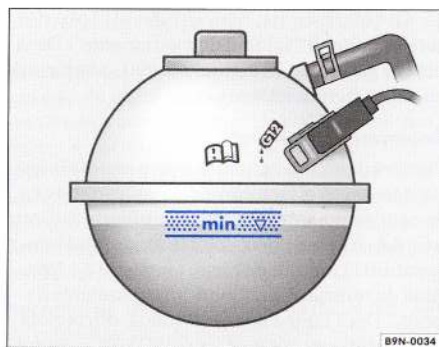

Fig. 15 În compartimentul motorului: Marcaj pe vasul de expansiune al lichidului de răcire.
- Verificați nivelul lichidului de răcire când motorul este rece în funcție de marcajele de pe vasul de expansiune  $\Rightarrow$  fig. 15.
- Atenție, nivelul lichidului de răcire trebuie să se încadreze în marcaj  $\Rightarrow$  fig. 15, cel puțin deasupra marcajului "min". Nu completați peste marginea superioară a domeniului marcat.
Când motorul este cald, nivelul lichidului de răcire se poate afla și deasupra marginii superioare a marcajului  $\Rightarrow$  fig. 15.
Adăugați lichid de răcire numai când motorul este rece și numai până la marginea superioară a zonei marcate  $\Rightarrow$  pagina 66, fig. 15". Surplusul de lichid de răcire va fi eliminat din sistemul de răcire la încălzirea acestuia.